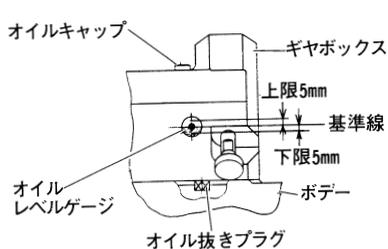

図 26
- ギヤボックス（図26）のギヤオイルをオイルレベルゲージにより点検し、不足している場合は補給してください。
- ギヤオイルの量は、オイルレベルゲージ基準線より、下限・上限5mm以内になるのが適量です。（図26）